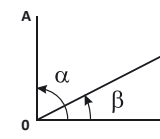

Fig. 5
- Angle : Dirigez le fil vertical de grille de fils vers la cible A et prenez la lecture de l'angle sur le cadran. Visez la cible B et prenez la lecture de l'angle β sur le cadran. L'angle entre A et B sera égal à -α-β (Fig. 5).